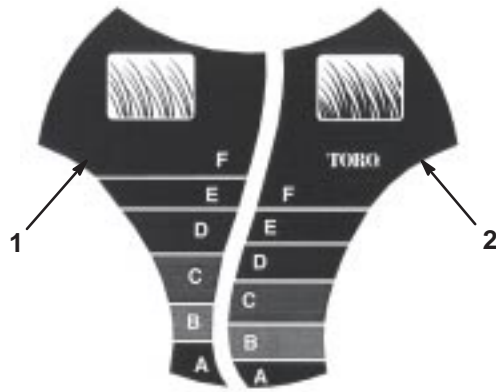

Bild 17
Das *SmartWheel*[™] weist zwei Schnitthöhenskalen auf: *Dünn/Normal* und *Satt*—damit Sie bei jedem Rasenzustand immer das beste Ergebnis erzielen (Bild 17). Benutzen Sie die *Dünn/Normal*-Skala während der warmen Saison für den Großteil Ihres Mähbedarfs. Die *Satt*-Skala dient ausschließlich starkem, nassem und sattem Graswuchs, den Sie am häufigsten im Frühjahr antreffen.
2. Bewegen Sie den Rasenmäher aufs Gras; Schieben Sie den Rasenmäher nicht mehr weiter, wenn das *SmartWheel*-Motiv an einem der Hinterräder aufrecht steht (Bild 17).